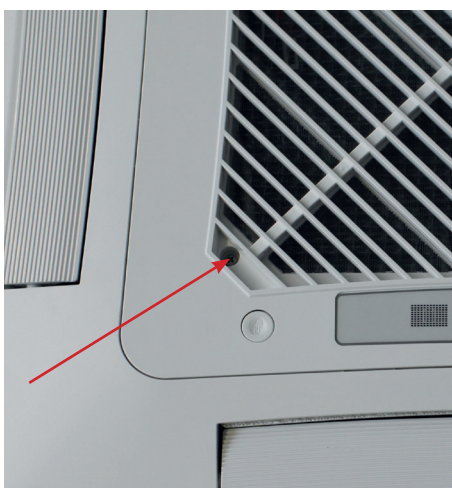

Bild 13: Befestigungsschraube
- Befestigungsschraube lösen – **Baugrößen 12, 18 und 48**: Die Befestigungsschraube ist in der Gitterecke links vom Display (Bild 13).
- Luftansauggitter nach oben klappen, verriegeln und mit den Befestigungsschrauben sichern (Bild 12 und Bild 13).